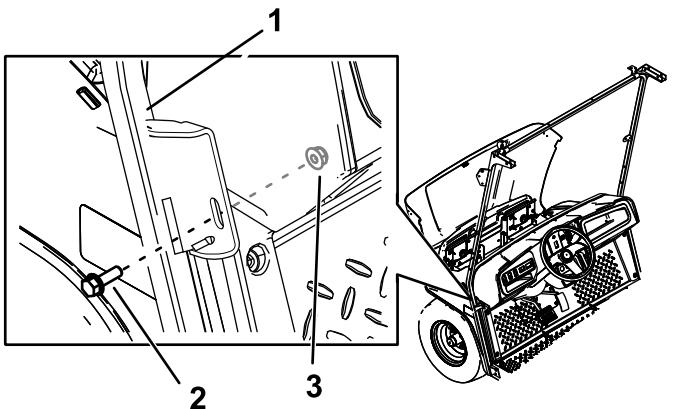

図 25
3. 左右の風防サポートのミドルブラケットを機体に固定する六角フランジボルト5/16 x 1 インチ2本とナット5/16 インチ2個を使用して先ほど開けた穴に取り付ける図 25。